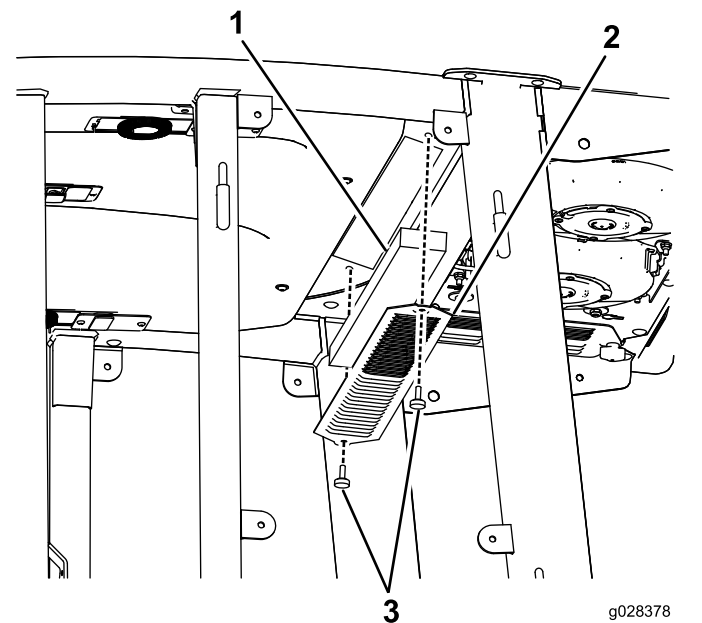

Figura 138
3. Retire o teto da cabina removendo os 22 parafusos que prendem o teto (Figura 138).
4. Retire os filtros (Figura 138).
5. Retire e limpe as bobinas do ar condicionado (Figura 138).